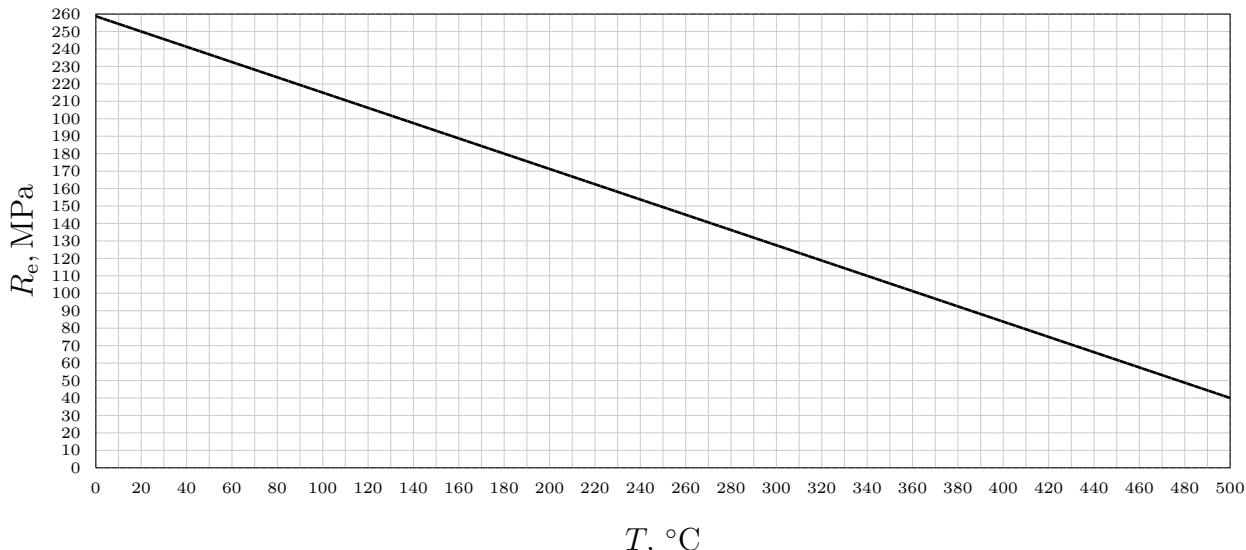

FIGURE 1 – Dépendance de la limite élastique en fonction de la température
- b) Le coefficient de frottement entre la filière et la pièce est de $\mu = 0.1$ et la limite élastique R_e du matériau dépend de la température T de façon plus ou moins linéaire entre $T = 0^\circ\text{C}$ et $T = 500^\circ\text{C}$. Cette dépendance est illustrée sur la Fig. 1.
En lisant sur la Fig. 1 que $R_e \simeq 250 \text{ MPa}$ à 20°C et en tenant compte que $\mu \cot \alpha = 0.1 \times 5 = 0.5$ et que $r \simeq 0.5$, on trouve :
La force d'extrusion est en proportion de la limite élastique du matériau. Pour diminuer de cinq fois la force, il faut donc diminuer de cinq fois la limite élastique du matériau, soit la faire passer à environ $R_e \simeq \frac{250}{5} = 50 \text{ MPa}$. Pour cela, on lit sur la Fig. 1 qu'une température T comprise entre 475°C et 480°C sera nécessaire au minimum. Si on admet le linéarité avec $R_e = 250 \text{ MPa}$ à 20°C et $R_e = 40 \text{ MPa}$ à 500°C , la température à laquelle on aura $R_e = 50 \text{ MPa}$ sera exactement $T \simeq 477.14^\circ\text{C}$.